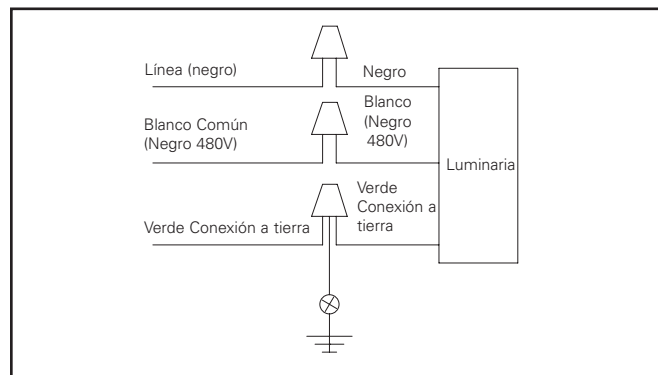

Figura 4.
- Haga las conexiones de cables dentro del brazo de montaje. Consulte los diagramas de cableado para ver las conexiones de alimentación. Conecte los cables de alimentación a los terminales correspondientes de la luminaria: (Figura 4)
1. Determine el método de conexión del cable ya sea dentro del brazo del mástil o dentro de una caja de conexiones separada. Se suministran cables conductores que salen del brazo del mástil para las conexiones. Consulte los diagramas de cableado para ver las conexiones de alimentación. Conecte los cables de alimentación a los cables adecuados de la luminaria como se muestra en (Figura 4).
3. Asegure el brazo del mástil al brazo de montaje con los (3) tornillos de fijación de 3/8-16 x 3/8" Nivele la luminaria mientras aprieta los tornillos de fijación. Apriete a 120 in-lbs.